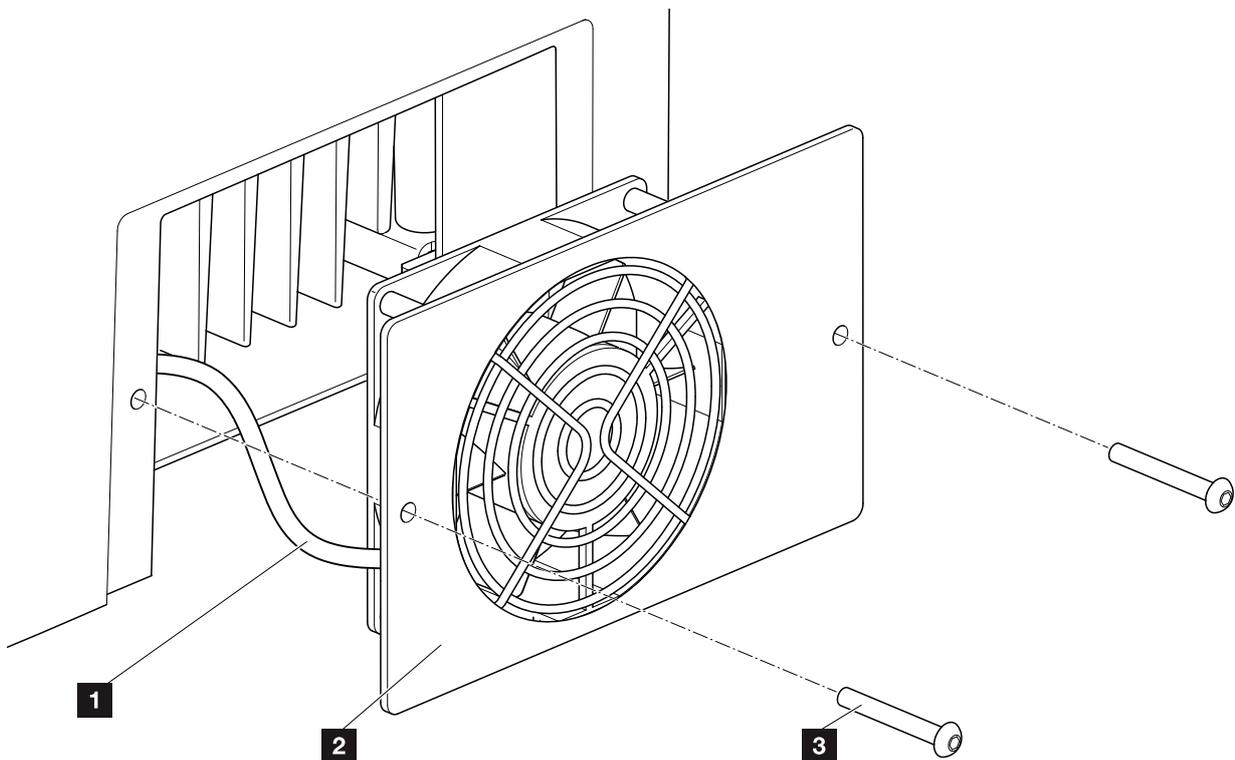

Abb. 68: Lüfter ausbauen
2. Lüfter ausbauen ☑ **Abb. 68**
☑ **Abb. 68, Pos. 1**